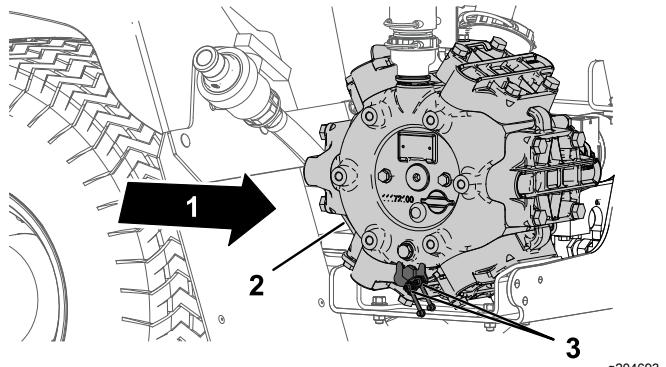

Figura 62
1. Pulite con un panno i 2 raccordi di ingrassaggio remoto (Figura 62).
2. Pompatate del grasso nel raccordo di ingrassaggio remoto (Figura 62).